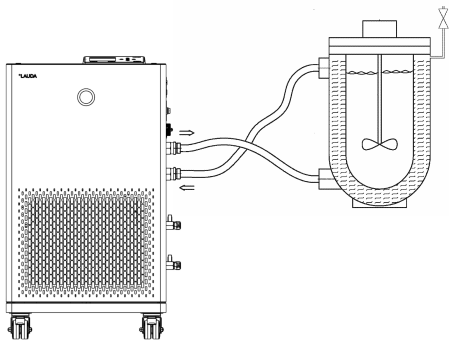

Abb. 33: Applikation mit Entlüftungsventil
- Ein Entlüftungsventil Abb. 33 kann den Entlüftungsprozess deutlich vereinfachen. Dazu periodisch das Ventil vorsichtig öffnen und Gas/Luft entweichen lassen bis Flüssigkeit aus dem Ventil austritt, Entlüftungsventil wieder schließen. Flüssigkeit in geeigneten Behälter auffangen. Das Ventil in regelmäßigen Abständen erneut betätigen, bis keine Luft mehr austritt.